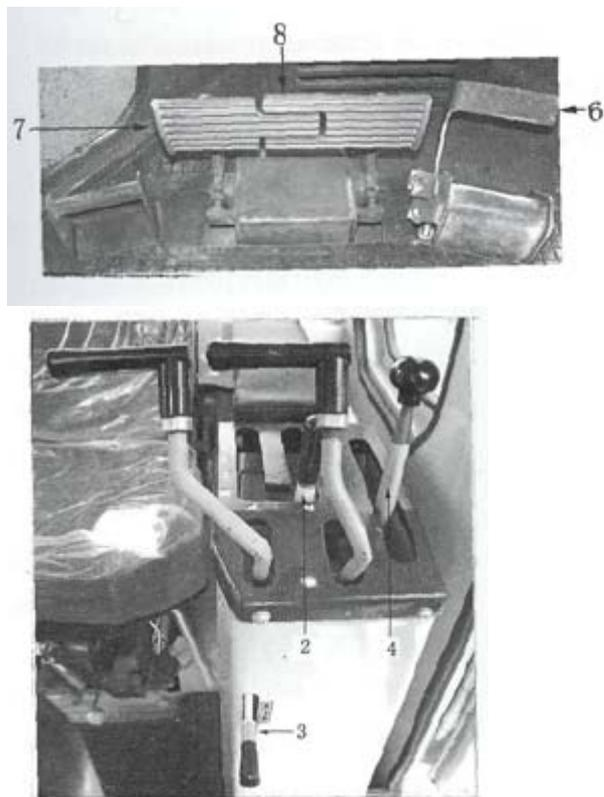

Рис. 2-1
1. Перед запуском двигателя (рис. 2-1)
2.3 Переключение передач (рис. 2-1)